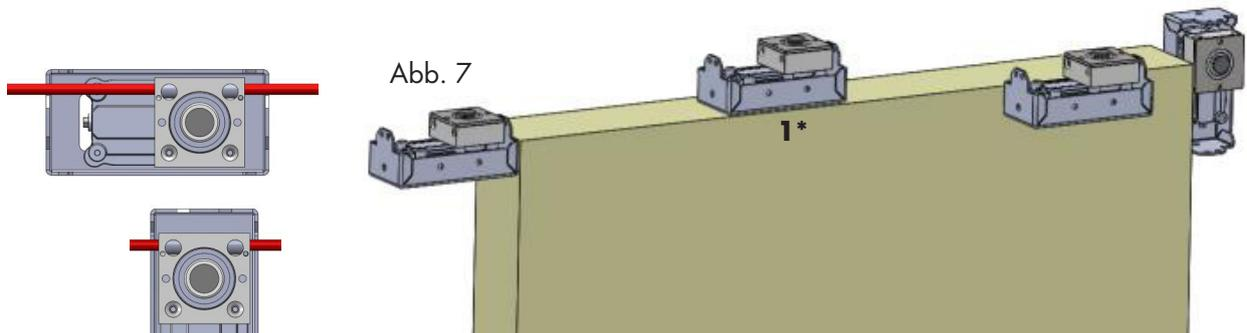

Abb. 7
**ACHTUNG:** Soll der Radialdämpfer gemäß Abb. 7 (1\*) auf der Tür befestigt werden, ist eine zusätzliche Adapterplatte erforderlich. Bei der Wahl dieser Montageart muß der Dämpfer zunächst in der Montagehalterung befestigt werden und anschließend wird die Adapterplatte mit der Montagehalterung auf der Tür festgeschraubt.